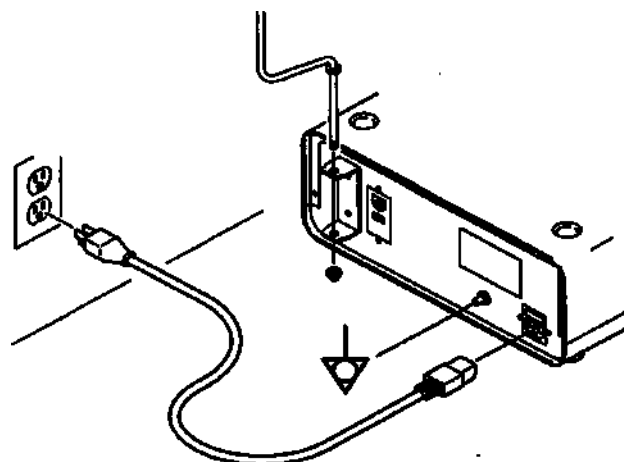

Рисунок 5 – Блок управления (вид сзади)
3. Должны быть надлежащим образом (см. *Рисунок 5*) подключены следующие компоненты:
7. 1. При необходимости установите стойку для ирригации (*Рисунок 5*).